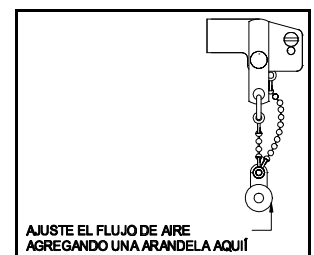

Figura 4
2. Coloque los pesos en el colgante de la unidad de palanca de peso usando el tornillo #5 y la tuerca suministrados. (Ver Figura 4)